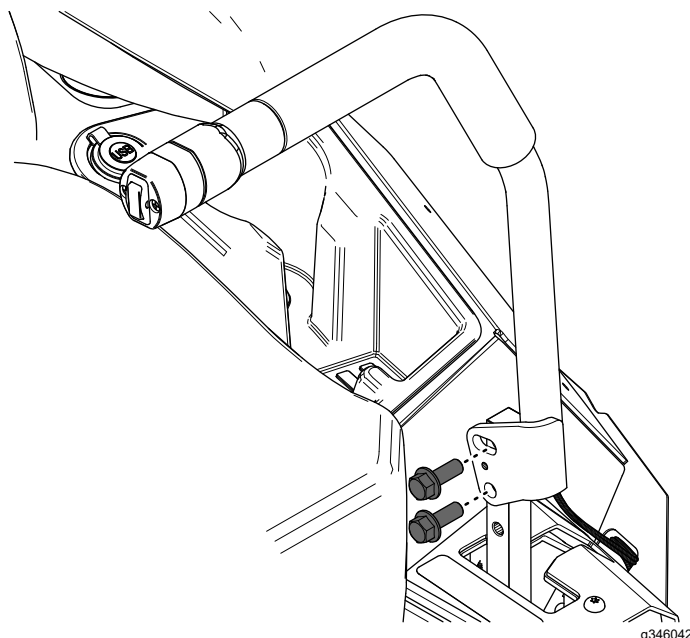

Figura 7
1. Fissate la nuova leva di comando del movimento sinistra servendovi dei 2 bulloni a testa flangiata (3/8" x 1") rimossi in precedenza come mostrato nella Figura 7.